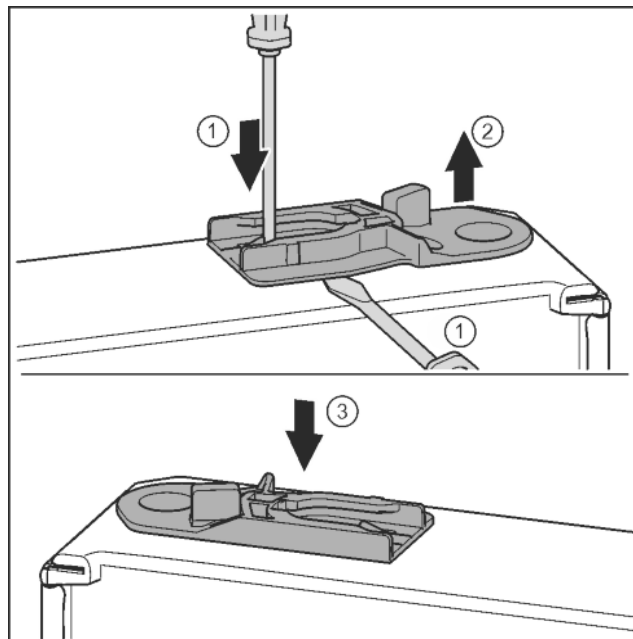

Fig. 31
- ▶ Извлечь направляющее гнездо: нажать накладку шлицевой отверткой и одновременно переместить ее шлицевой отверткой под направляющее гнездо. Fig. 31 (1, 2)
- ▶ Прилагаемое при поставке направляющее гнездо вставить на другой стороне корпуса. Fig. 31 (3)